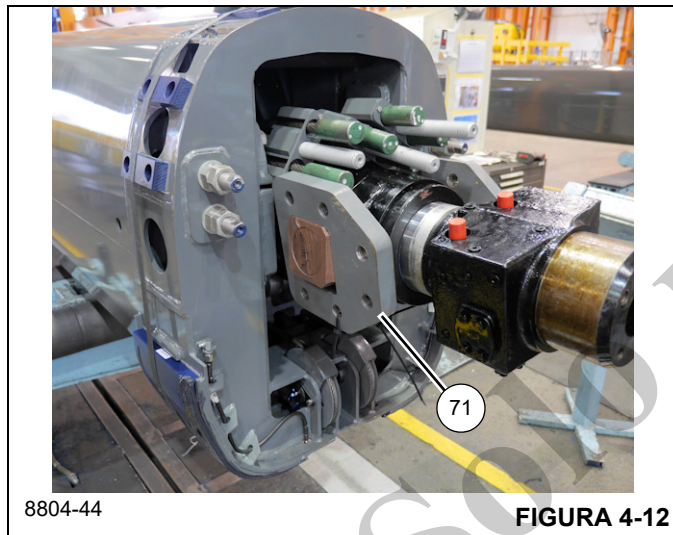

FIGURA 4-12
- 31. Retire la sección telescópica 2 (3) de la sección telescópica 1 (2). Coloque la sección telescópica 2 (3) en soportes adecuados.
- 32. Retire la placa de muñón trasera (71) de la parte trasera del cilindro telescópico (6) (lados izquierdo y derecho) (vea la Figura 4-12).